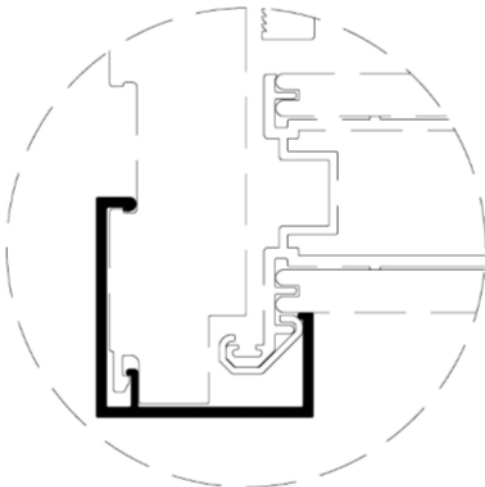

Figura 8
- 1. Antes** de instalar la puerta simple preinstalada en el marco, ubique y retire el sujetador de transporte de la jamba de la cerradura (figura 8).